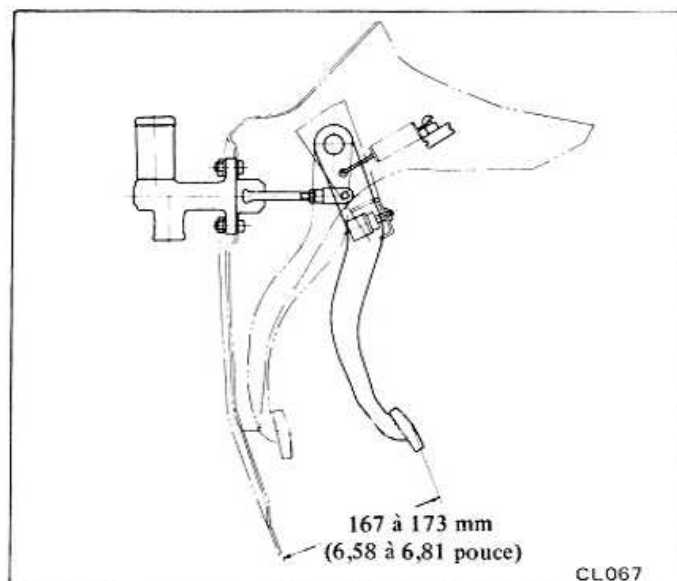

Fig. CL-14 Réglage de la pédale d'embrayage
1. Régler la garde de la pédale entre 167 à 173 mm (6,58 à 6,81 pouce) entre la tête de pédale et le plancher (voir figure CL-14).